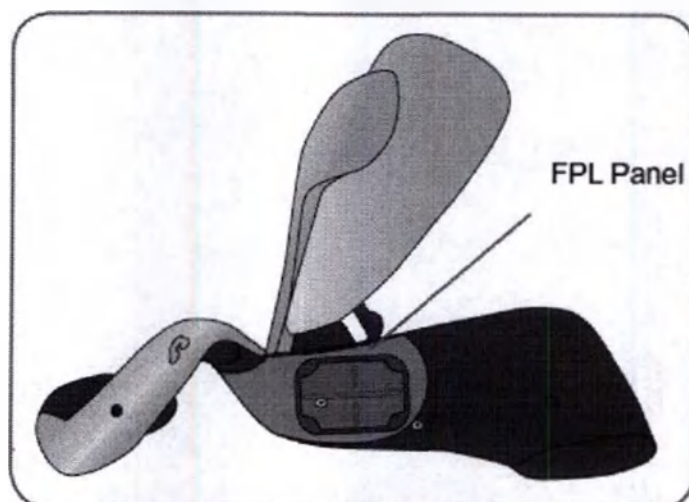

Рис. 6-11 Размещение FPL панели на ортезе
5. Вставьте винт крепления FPL панели(panel) в основание электрода и в основание FPL электрода № 5 ортеза. См. рисунок 6-11.